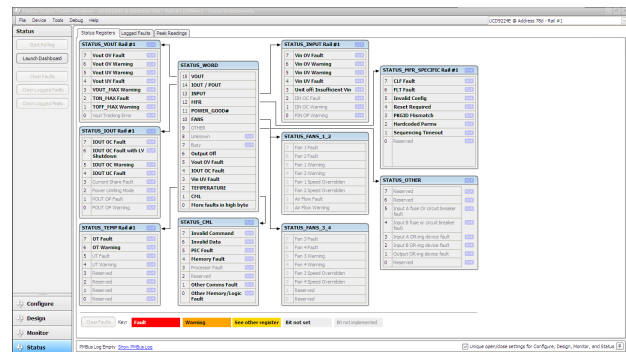

图 6：在线工具的状态界面
- 状态：如图 6，记录数字电源的各种故障，如过压，过流，欠压等，便于故障定位。